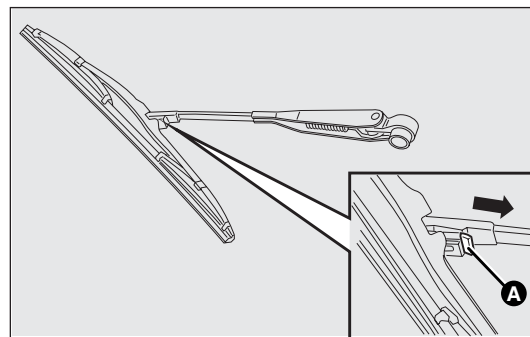

fig. 188 - Versions porte battante
Versions porte battante fig. 188
- appuyer sur l'ailette de retenue A-fig. 188 et dégager le balai en le faisant coulisser dans le sens indiqué par la flèche.